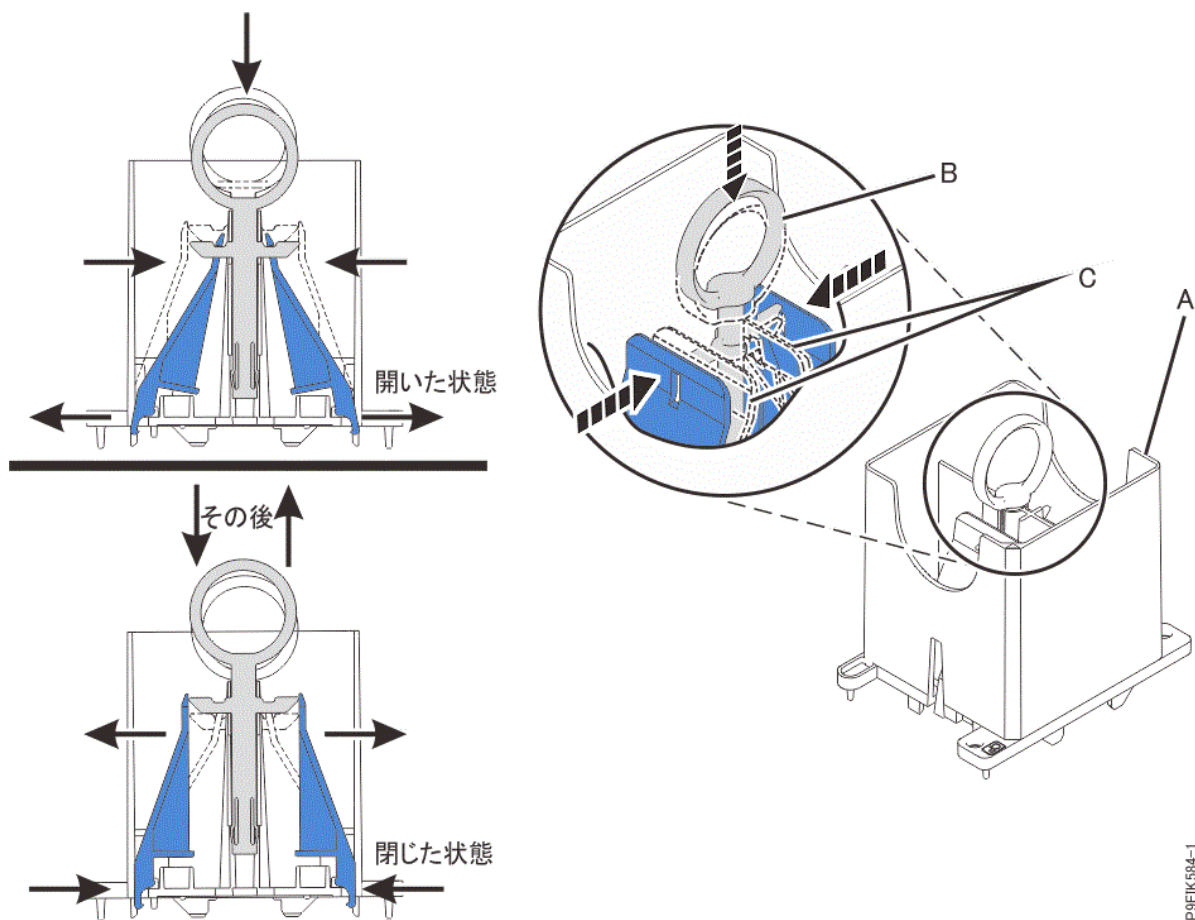

図 13. 取り外しツールがオープン位置にあることの確認
- a) 取り外しツールがオープン位置になっていることを確認します (16 ページの図 13 を参照)。中間リングを押し下げ、青色のタブを内側に向ける必要があります。